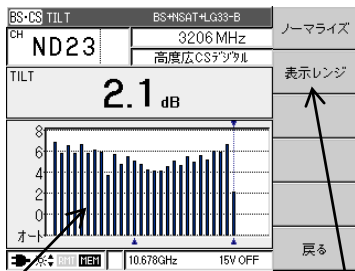

図 3a. チルト測定画面
①マルチ測定画面にてF・1[TILT チェック]を押すと相対値表示に切り替わります。(図 3a)
②図 3a の画面でF・1[ノーマライズ]を押すと、その時点の各チャンネルの信号レベルで正規化されます。
③ノーマライズ済みのチャンネルテーブルを用いて他の場所のチルト測定を行うことで、伝送路の周波数特性を確認できます。